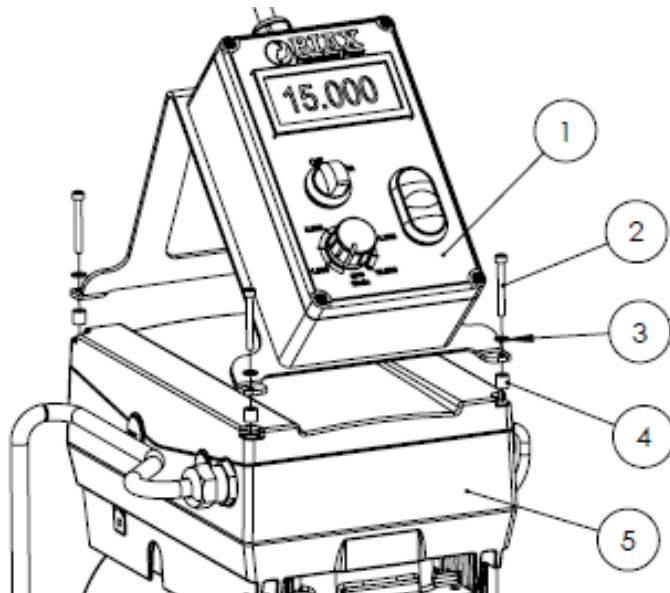

Abbildung 2: Montage der Bedieneinheit auf der Antriebseinheit
Die Bedieneinheit mit Blech (1) wird an 4 Punkten mit der Antriebseinheit (5) befestigt. Dafür wird wie in Abbildung 2 gezeigt, die Abstandshalter (4) zwischen Antriebseinheit und dem Blech der Bedieneinheit positioniert und danach mit den im Lieferumfang enthaltenen Zylinderschrauben (2) und den Unterlagscheiben (3) befestigt.